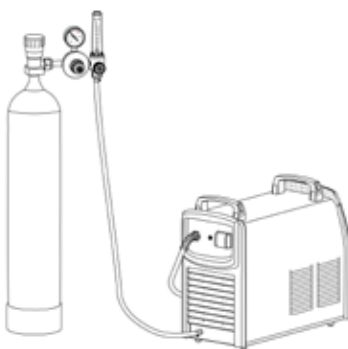

Рисунок 8.5. Подключение защитного газа.
2. Подсоедините газовый шланг к газовому разъему аппарата и к газовому редуктору, присоединенному к баллону. При подключении баллон и редуктор должны быть закрыты. Система газоснабжения, состоящая из газового баллона, редуктора и газового шланга, должна иметь плотные соединения (используйте винтовые хомуты), чтобы обеспечить надежную подачу газа и защиту сварочного шва (см. рис. 8.5).